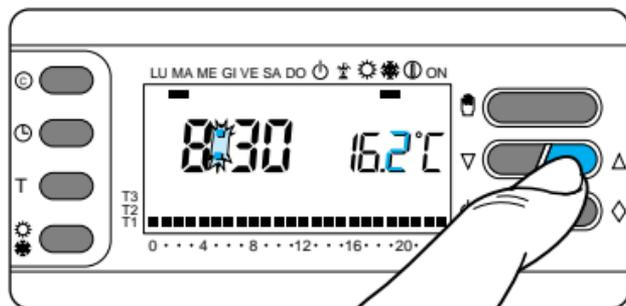

Fig. 37
**6.4** - Defina la temperatura para T1 mediante el botón  $\nabla$  o  $\Delta$  (fig. 37).